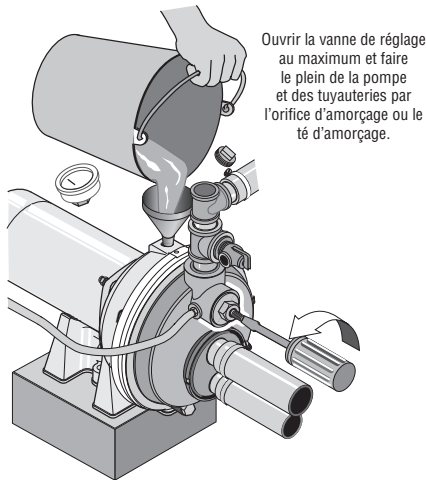

Figure 18 - Remplissage de la pompe
1. Ouvrir au maximum la vanne de réglage (voir la Figure 18), déposer le bouchon d'amorçage de la pompe, puis faire le plein de la pompe, de toutes les tuyauteries entre la pompe et le puits et s'assurer que toutes les tuyauteries du puits sont pleines d'eau. Si un té d'amorçage a été posé sur le tuyau d'aspiration, déposer le bouchon du té et faire le plein de la tuyauterie d'aspiration.